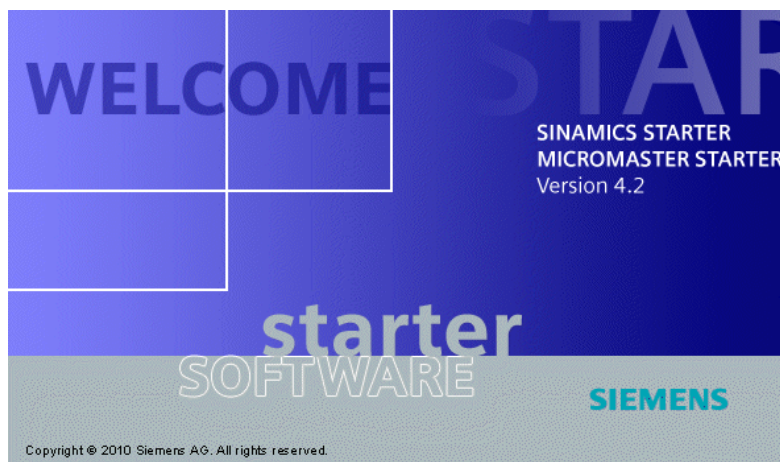

图 8-1 STARTER 启动
1、安装完毕后，双击桌面上的STARTER图标，可以看到图8-1，在此界面可以确认当前STARTER版本。